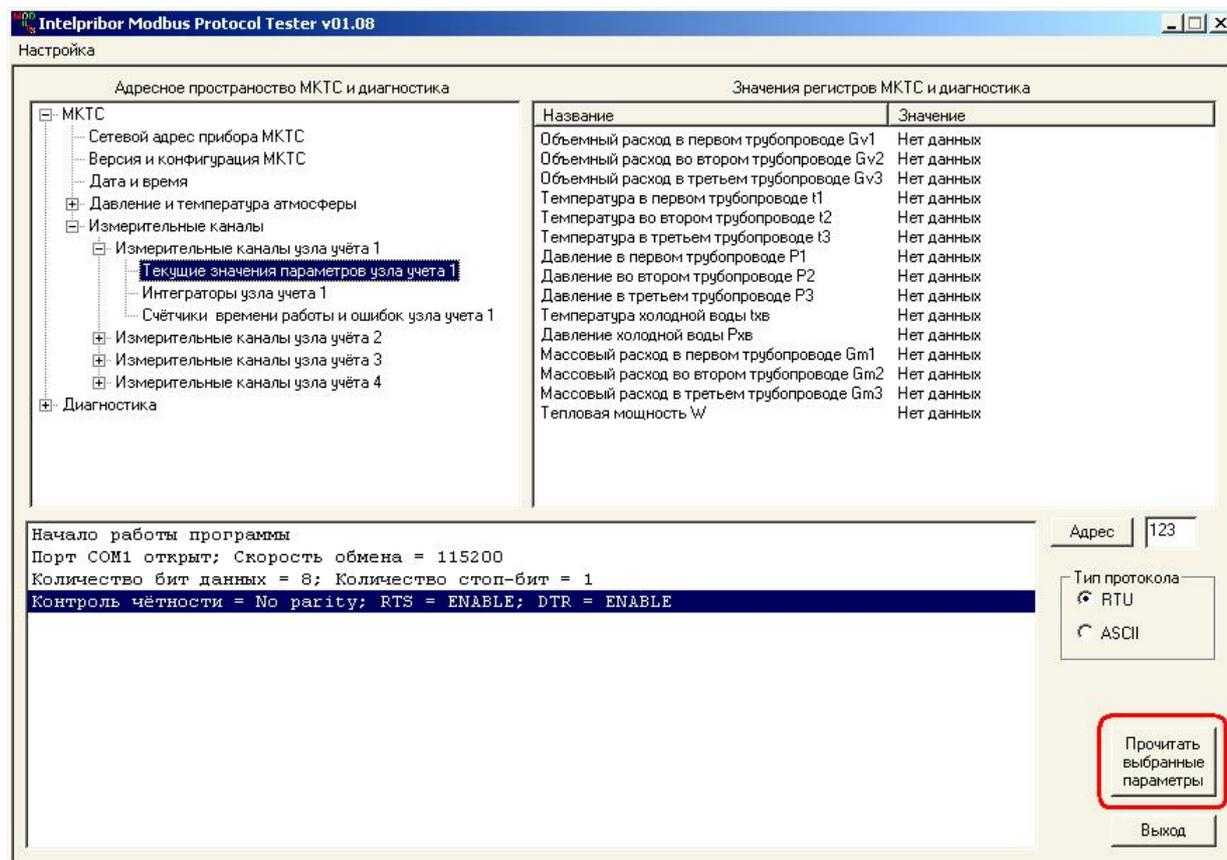

Рисунок 4.11 Выбор области памяти для просмотра.
- нажать на кнопку *Прочитать выбранные параметры* или щёлкнуть правой кнопкой мышки по любому пункту списка *Значения регистров и диагностика* (см. Рисунок 4.11);